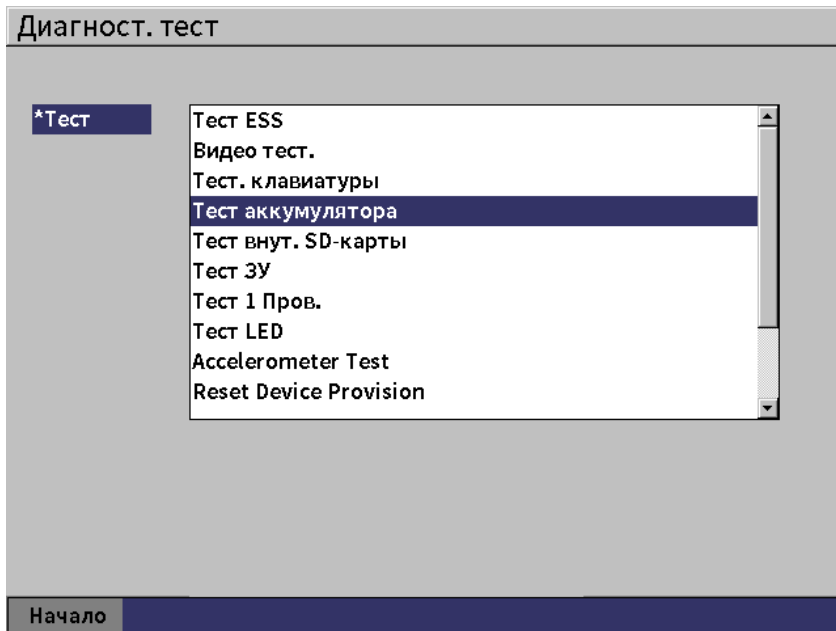

Рис. 5-15 Страница Диагностический тест
1. Выберите значок () , чтобы открыть страницу **Диагност. тест** (см. Рис. 5-15 на стр 61).